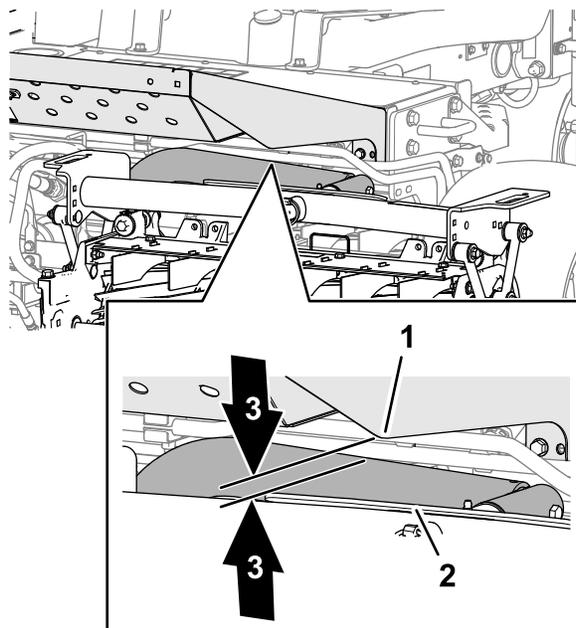

图 26
3. 在前滚刀组处分别测量左右提升臂和底板支架之间的距离图 26。